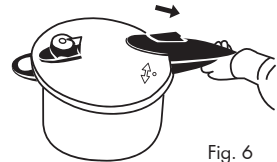

Fig. 6
3. Deslice el pestillo hacia atrás, en dirección a la marca del asa de la tapa, para asegurarse de que está completamente cerrado (Fig. 6).